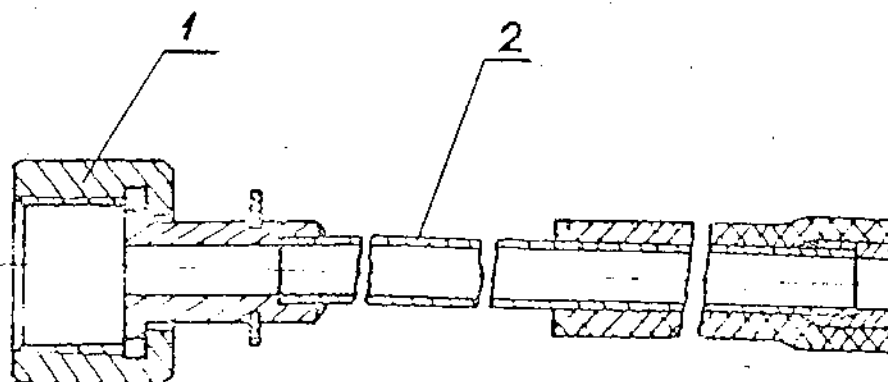

Рис. 6.27. Направляющий кожух УМК-888R
- навернуть гайку I (рис.6.27) приспособления УМР-888Р
УМР-888Р (рис.6.27) и вращая за рукоятку 2 (рис.6.28)